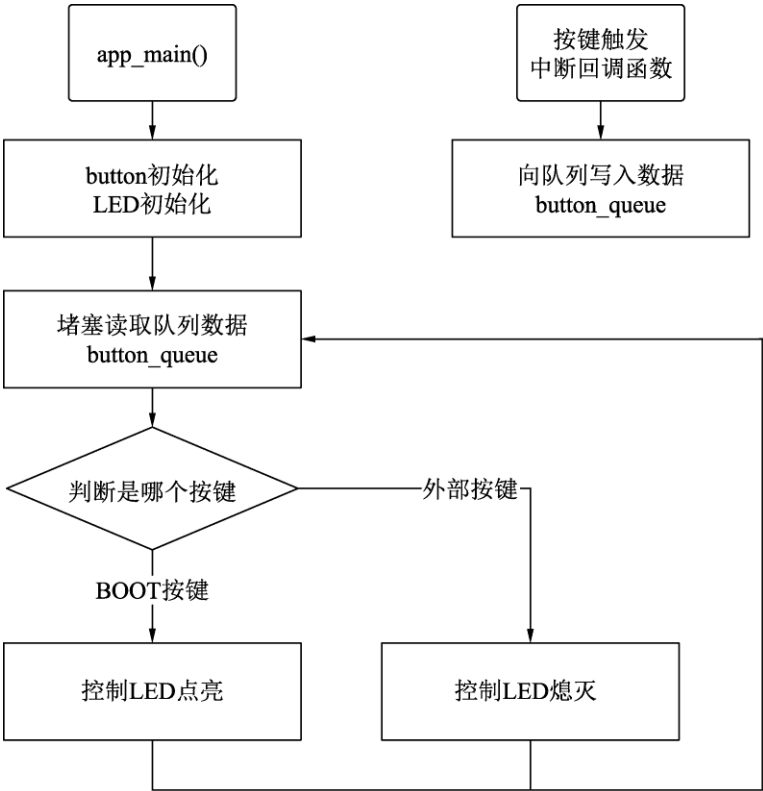

图 3.7 控制 LED 功能的程序流程
□ main.c: 主程序流程如图 3.7 所示，在应用程序的入口 app_main()函数中完成按键初始化和 LED 初始化，然后创建一个名为 button_queue 的队列，最后进入一个循环，堵塞读取 button_queue 队列数据，等待按键按下触发中断向队列写入数据。一旦队列存在数据，就将数据读取出来，转换成 GPIO 引脚号，然后判断如果是 BOOT